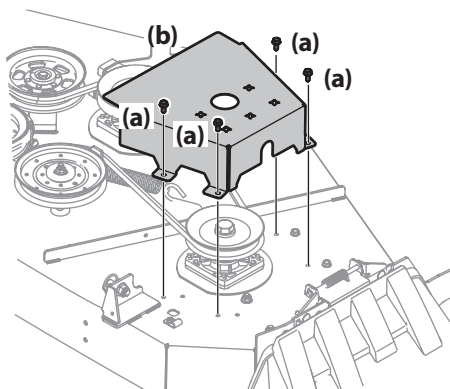

Figure 4-17
2. Retirez les boulons hexagonaux (a) qui fixent les couvercles de courroie (b) au plateau de coupe. Voir Figure 4-17.
3. Pour retirer les deux poulies de tension (a et b), enlevez les boulons hexagonaux (c) et les écrous autobloquants (d) qui les retiennent au plateau de coupe et au bras de renvoi (e). Voir Figure 4-17. Prenez soin de ne pas perdre les pièces de quincaillerie (capuchons de poulie (f), rondelles, garde-courroies (g)) lorsque vous retirez le boulon hexagonal (c) et l'écrou autobloquant à bride (d).
5. Placez la courroie neuve autour des poulies de fusée et remplacez les couvercles de courroie (b). Voir Figure 4-17.